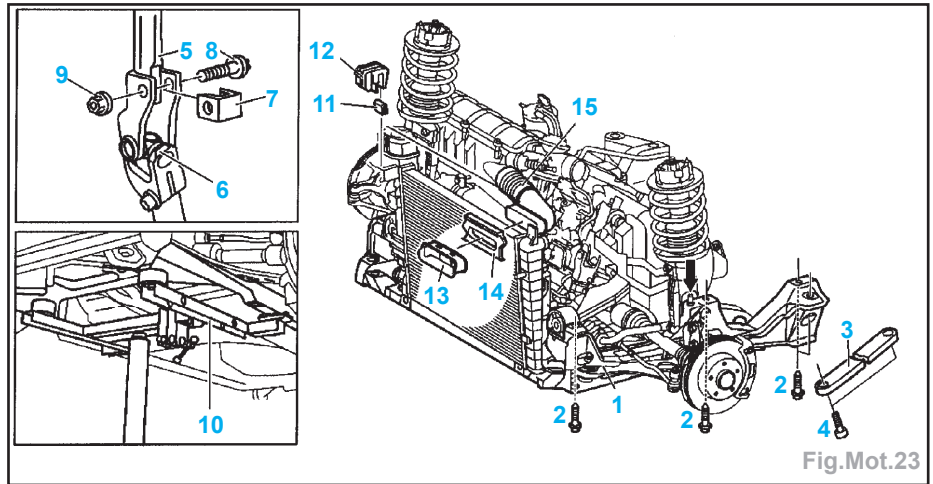

Fig.Mot.23
- Retirer les agrafes (12) du radiateur (Fig.Mot.23).
- la conduite d'admission d'air (15),
- l'accouplement de direction (6) sur l'arbre de colonne de direction (5).
- Mettre en place un cric hydraulique (10) sur le berceau (1).
- l'entretoise (3) à gauche et à droite.
- les doublures de passage de roue afin de déposer les vis (2).